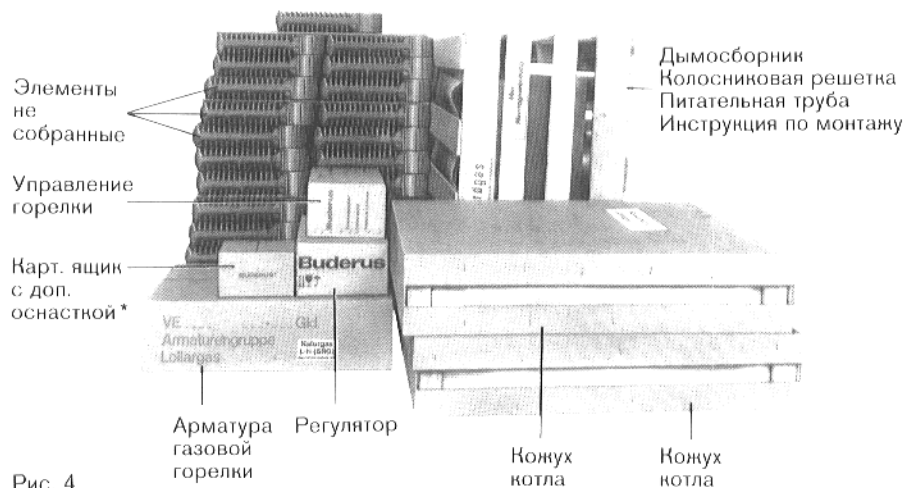

Рис. 4
- б) Котел с элементами в разобранном виде для 2 котельных блоков (рис. 4)